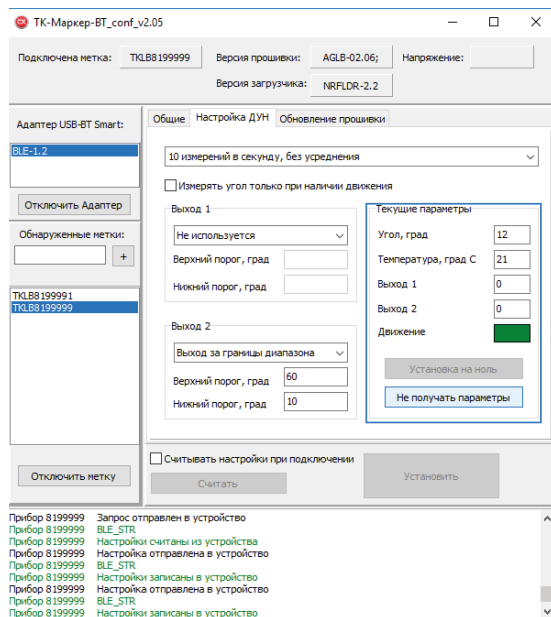

Рис.14. Опрос метки.
- Подключите метку к программе «TK-Маркер-ВТ_conf» и перейдите на вкладку «Настройка ДУН» (Рис.14).
- В блоке «Текущие настройки», в поле «Угол, град» отобразится текущее показание угла наклона, а также другие показания метки (Рис.14):